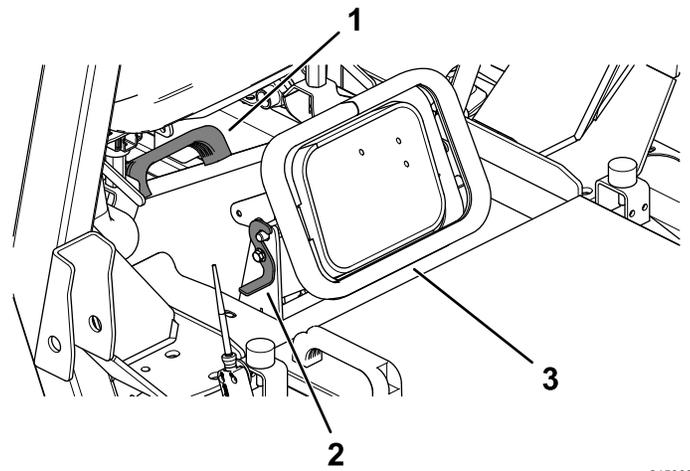

Figura 27
6. Destranque a calha de relva (Figura 27).
7. Utilizando o manípulo na calha, remova a calha e limpe-a e à abertura da plataforma do cortador (Figura 27).
8. Instale a calha e prenda-a com os trincos (Figura 27).